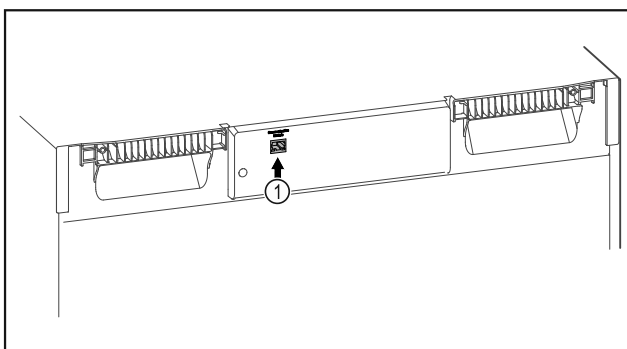

Fig. 86
- SmartModule Fig. 86 (1) ist eingesetzt.